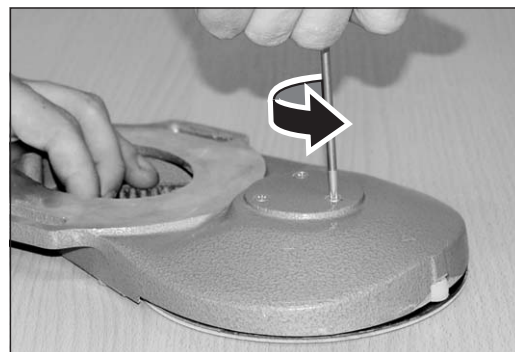

Abb. 39 Die drei Schrauben, mit denen der komplette Schleifteller befestigt ist, entfernen.
- 7 Entfernen Sie mit einem Schraubendreher die drei Schrauben, mit denen der komplette Schleifteller am Vorsatz befestigt ist (Abb. 39).